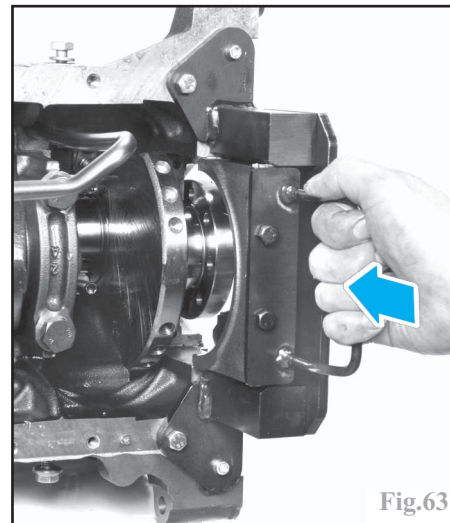

Fig.63
Monter la poignée sur le palier n°1 (Fig.63). Glisser le palier dans l'outil (1) à l'aide de la poignée en maintenant les 2 joints.